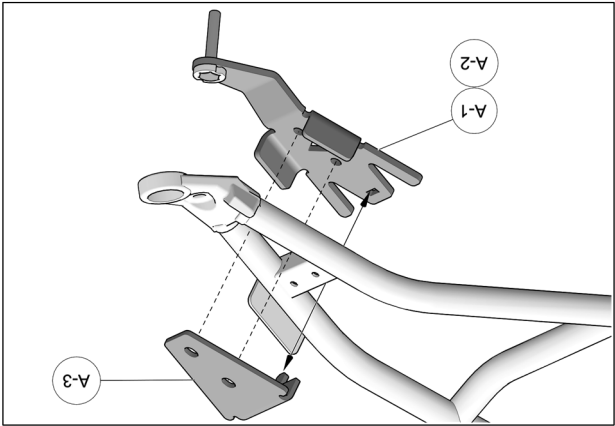

Fig. 15
5. Positionner la partie inférieure de l'ancrage anti-rotation (A1-A2) sous le bras de suspension inférieur. Positionner la partie supérieure (A3) au-dessus du bras de suspension et insérer le tenon de la partie pliée dans le trou rectangulaire de la partie inférieure. Voir la Fig. 15